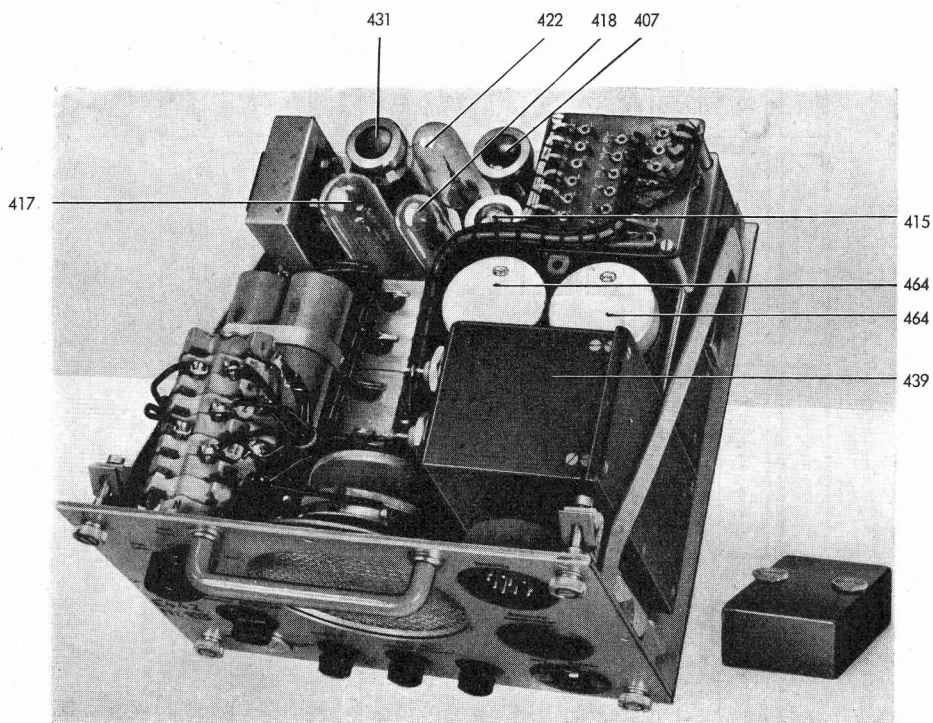

Bild 73. Speisegerät zum Endstufen-Teil.
- c) Wenn beide Zerhacker vorhanden, sind sie nacheinander einzusetzen und zu prüfen (vergl. Bild 73).